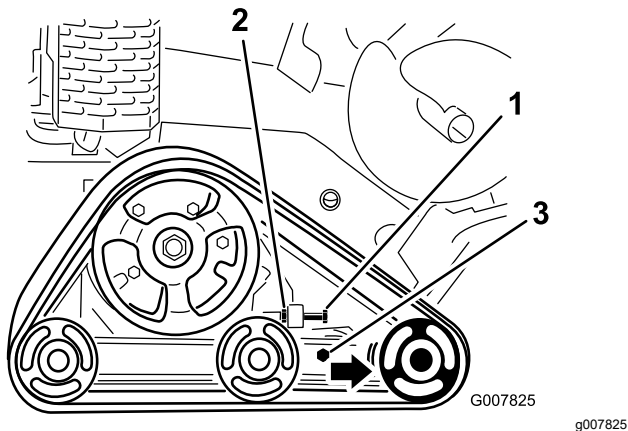

Figura 56
3. Allentate il controdado sul bullone di tensionamento dei cingoli e i bulloni del serrafilo sul braccio di tensione (Figura 56).
4. Serrate il bullone di tensionamento a un valore compreso tra 32,5 e 40 N·m per stringere il cingolo (Figura 56).
4. Allentate il bullone di tensione e il controdado (Figura 56).
5. Allentate i bulloni serrafilo (Figura 56).